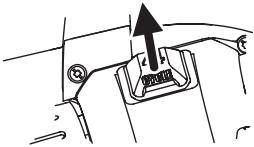

Fig. 31
2. Abra la tapa de la bujía (Fig. 31).